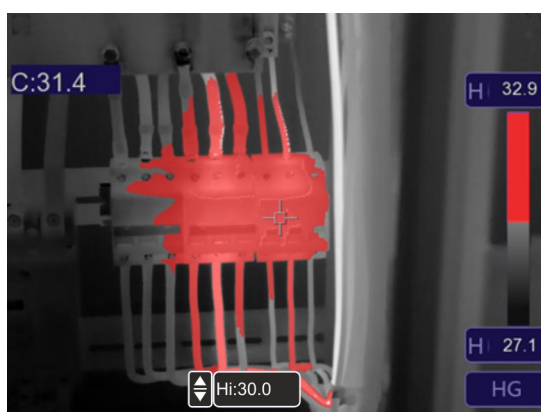

Fig. 40: Sélection isotherme Alarme au-dessus de la température
5. Touchez le champ « Hi » en bas de l'écran et utilisez les touches fléchées ▲ ou ▼ pour définir la valeur seuil de température **maximale** au-dessus de laquelle l'instrument affiche les points de l'image en rouge et les points restants en gris (voir Fig. 40)